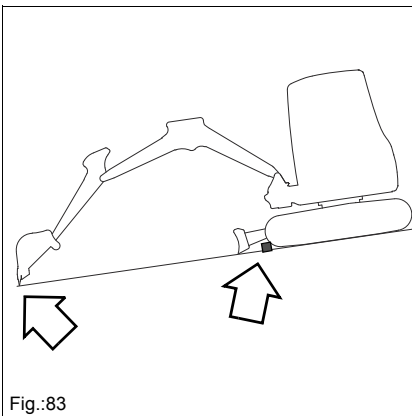

Fig.:83
- Aplicar los seguros necesarios en las orugas (p. ej. cuñas de calce, tacos), según se muestra en *Fig. 83*.